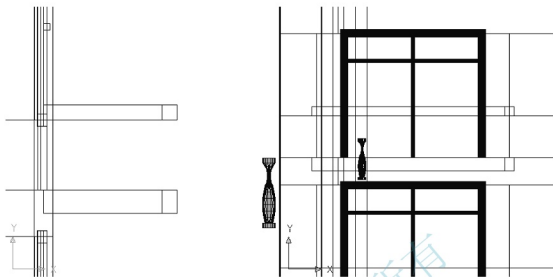

图 6.51 调整左右视口内的视图显示
(2) 在左视口内单击，将其设为当前视口，然后执行菜单栏中的【视图】|【三维视图】|【左视图】命令，将视图调整为左视状态。
(3) 在右视口内单击，将其设为当前视口，然后执行菜单栏中的【视图】|【三维视图】|【主视图】命令，将视图调整为前视状态，结果如图6.51所示。